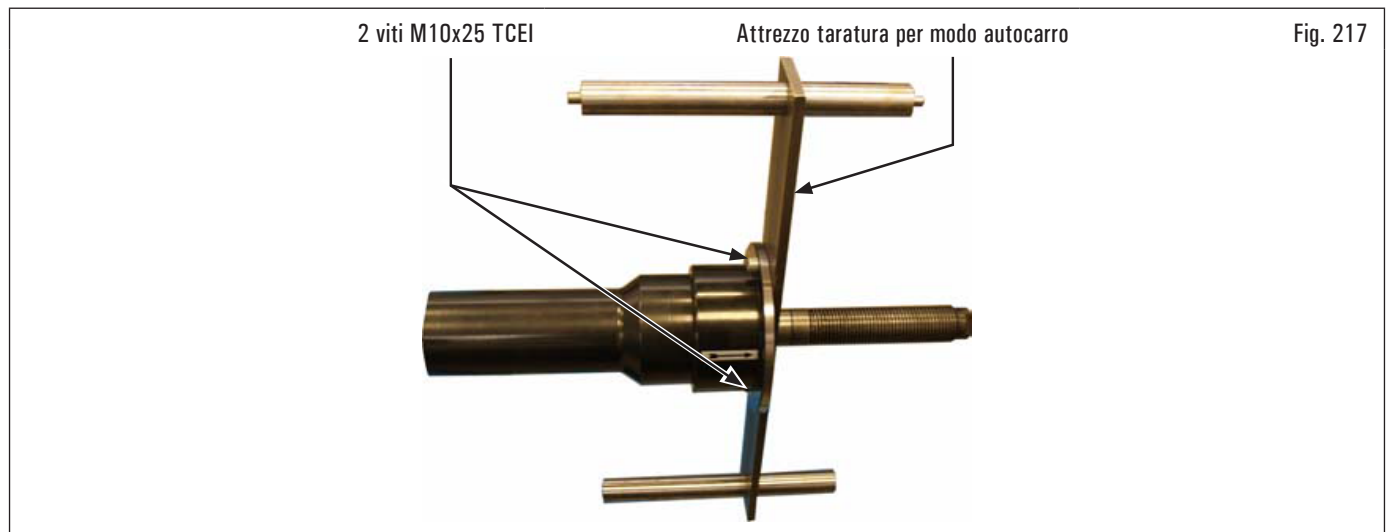

Fig. 217
1. Montare l'attrezzo di taratura sul mandrino e serrarlo con le due viti fornite in dotazione (vedi Fig. 217);